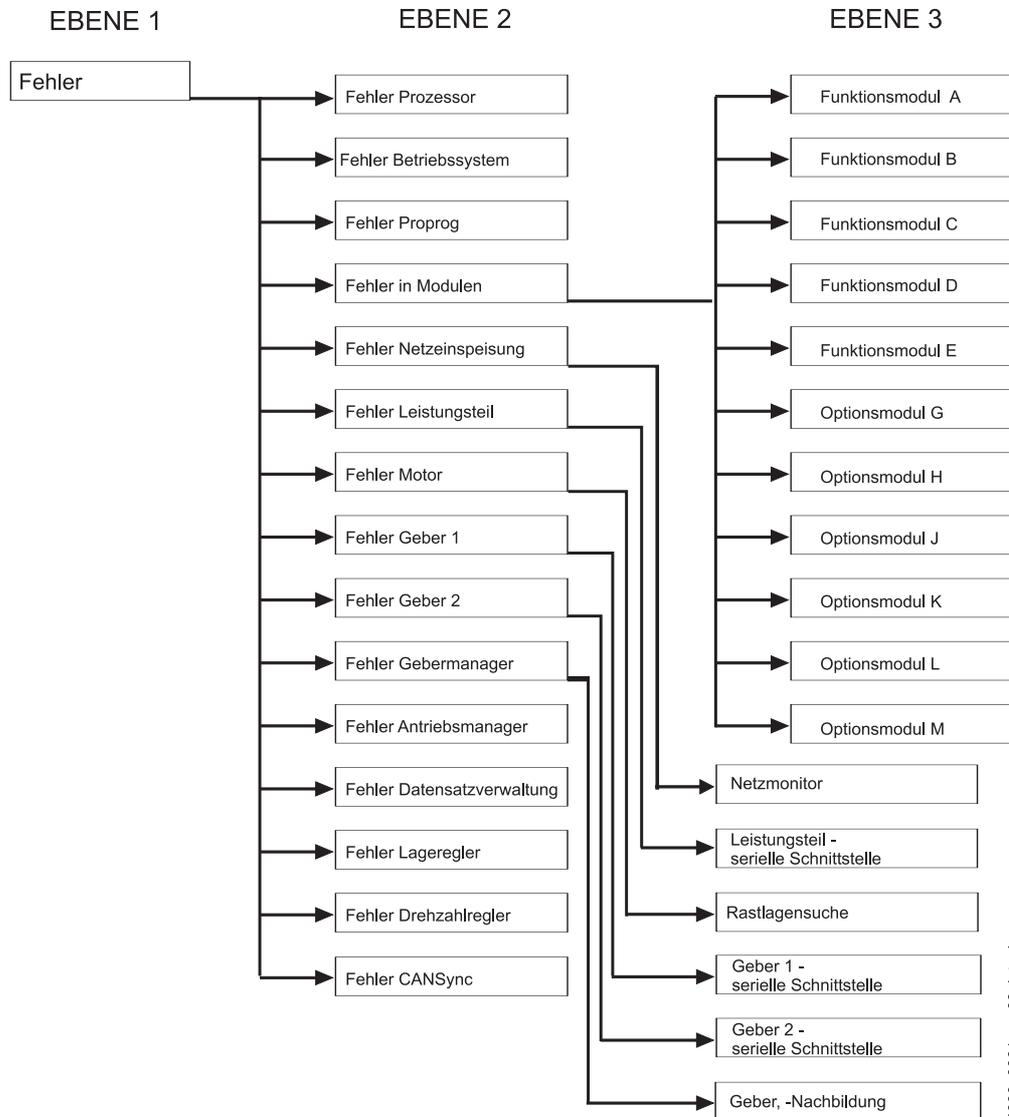

Abbildung 21: Aufbau der Fehlerliste - Übersicht
- Ebene 2** Die Fehlermeldungen sind nach der Übersicht geordnet (►Abbildung 21◀ auf Seite 61).
Ebene 3 Fehler werden nur in ProDrive mit Punkt getrennt zum zugehörigen Ebene 2 Fehler angezeigt (siehe auch ►Abbildung 21◄ auf Seite 61).